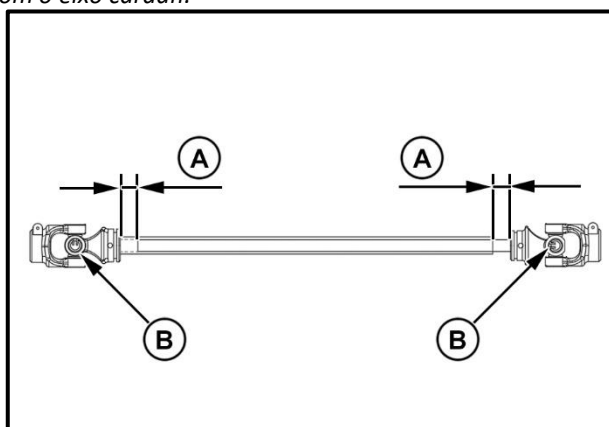

Fig. 4
- Remova as rebarbas do tubo e da barra, lubrifique internamente a extremidade do tubo e monte novamente o eixo cardan, observando o alinhamento dos garfos (Fig. 4), pois o desalinhamento dos mesmos acarreta vibrações, levando a uma menor vida útil do eixo cardan.